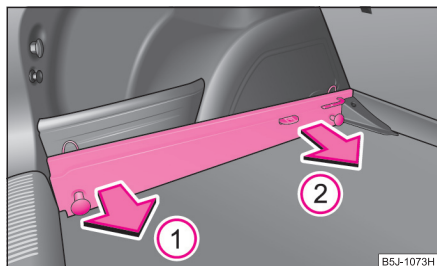

Fig. 71 Portbagajul: Scoaterea șinelor
- Apucați șina **(A)** în poziția **(1)** ⇒ pagina 68, fig. 71 și eliberați-o trăgând în sensul indicat de săgeată. Pentru a facilita demontarea, puteți scoate compartimentele de depozitare demontabile\* ⇒ pagina 81, „Compartimentele de depozitare\* din portbagaj”.